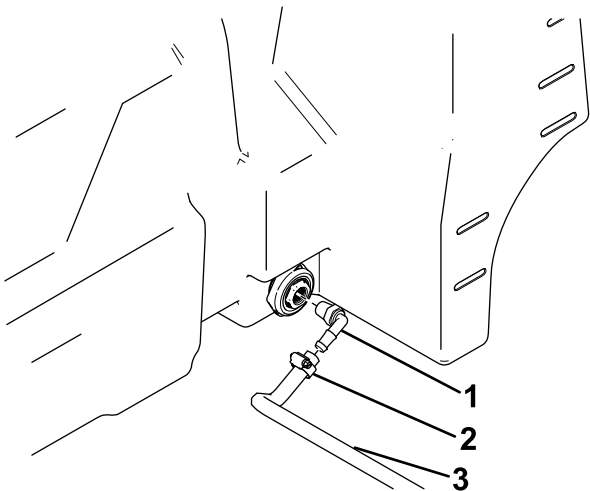

Figura 4
9. Conecte un acoplamiento de manguera de 90° al depósito (Figura 4).
**Nota:** Asegúrese de que el acoplamiento de manguera de 90° está orientado como se muestra en la Figura 4.
10. Sujete un extremo de la manguera de 96" (2.4 m) en el acoplamiento de 90° con una abrazadera (Figura 4).